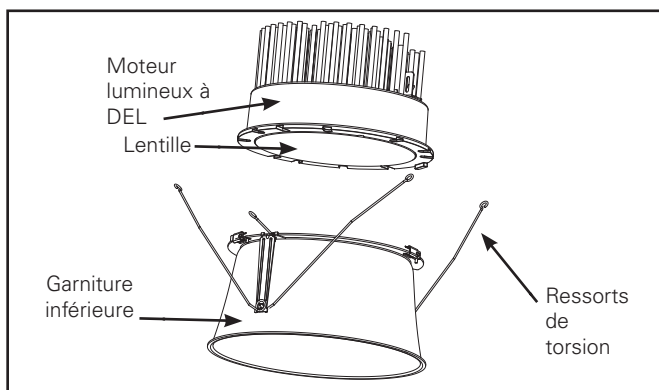
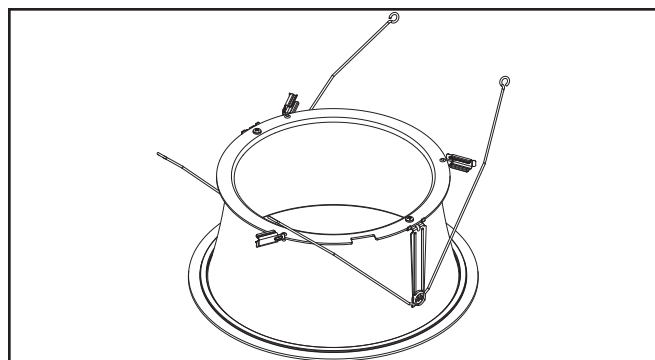

Figure 2. Assemblage de la garniture inférieure
Figure 4.
1. Retirez le inférieur garniture de son emballage de protection. Retirez et jetez la garniture annulaire de plastique. Retirez le moteur lumineux à DEL de son emballage de protection (Figure 2). Tournez les pinces latérales (3) vers l'extérieur (Figure 4).